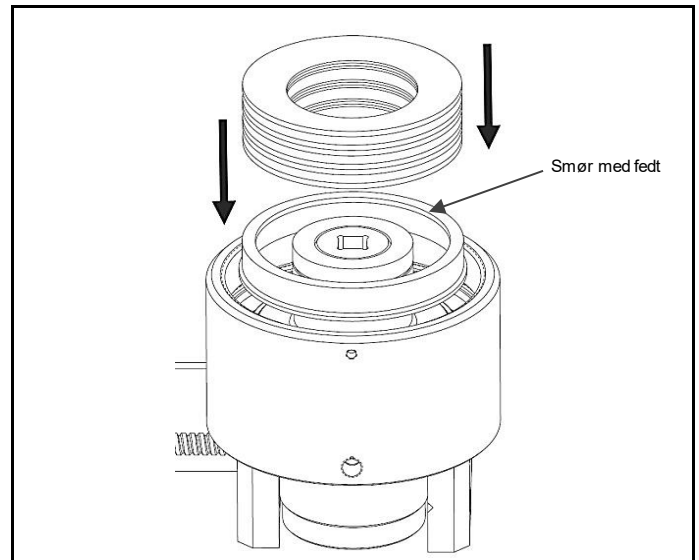

Fig. 4.6 Indsæt fjederindsats og tallerkenfjedre, sørg for at rækkefølgen er rigtig
- Sørg for, at tallerkenfjedrenes rækkefølge er den samme. (Fig. 4.6)